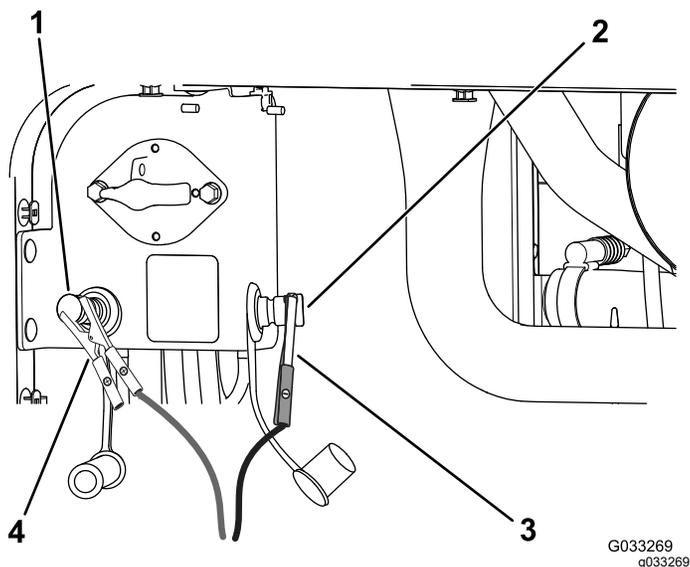

Рисунок 108
4. Подсоедините положительный провод зарядного устройства к положительному штырю запуска от внешнего источника (Рисунок 108).
- Подсоедините отрицательный провод зарядного устройства к отрицательному штырю запуска от внешнего источника (Рисунок 108).
- После полной зарядки аккумуляторных батарей отсоедините зарядное устройство от источника электропитания, затем отсоедините провода зарядного устройства от штырей запуска от внешнего источника (Рисунок 108).